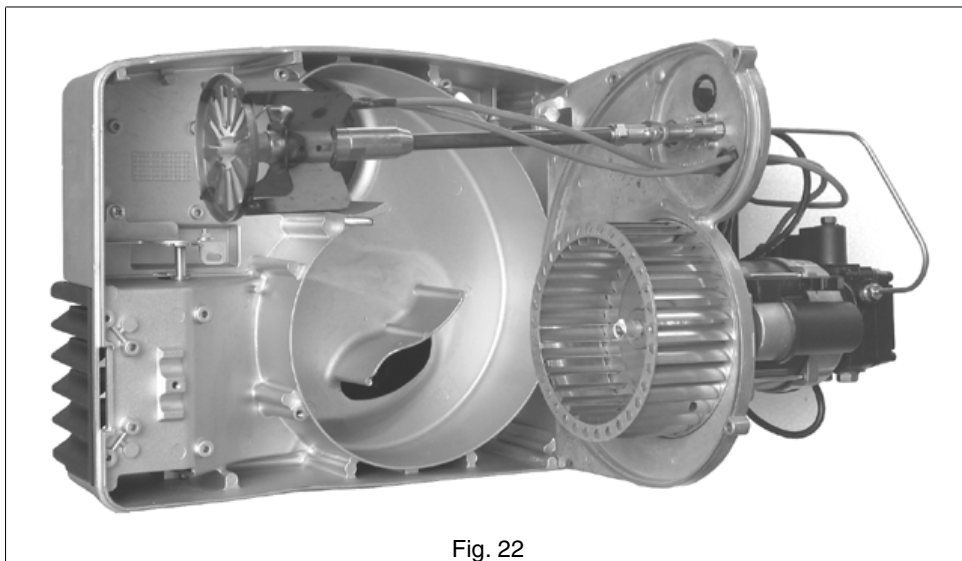

Fig. 22
- Remover la placa componentes del quemador y disponerla como se indica en la Fig. 22 en la página 16.
- Enganchar la placa en uno de los modos indicados en las y Fig. 22 para facilitar las operaciones de mantenimiento